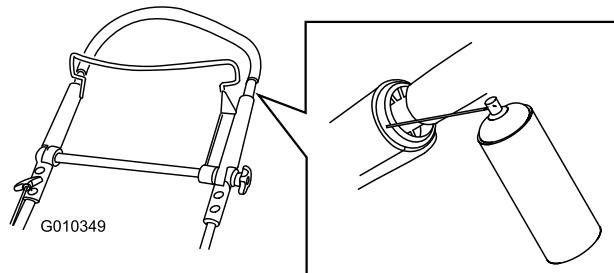

Bild 43
1. Sprühen Sie die äußereren Kunststoffenden des inneren Bügels ein (Bild 43).